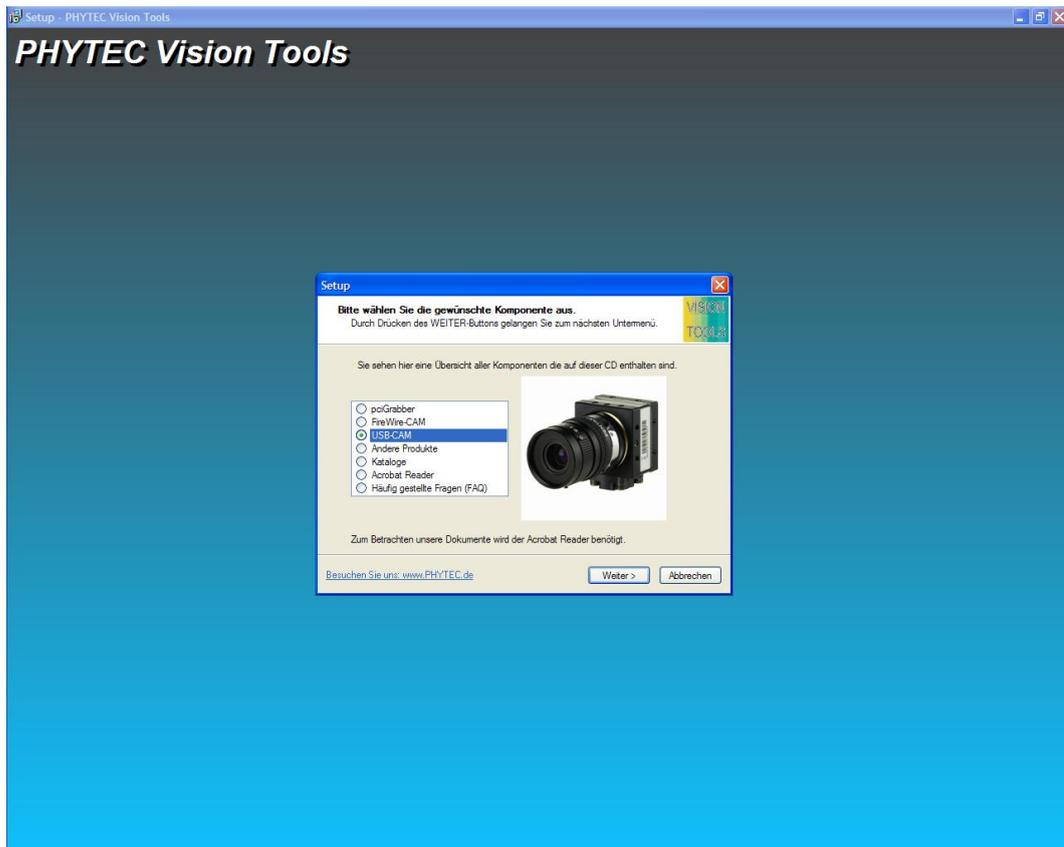

Bild 8: Titelm Menü der ‚Vision Tools‘ – CD
- Die CD startet normalerweise automatisch und das Titelm Menü *Bild 8* erscheint. Falls die CD nicht automatisch starten sollte: Öffnen Sie das Inhaltsverzeichnis der CD (über den Arbeitsplatz oder den Windows Explorer) und doppelklicken Sie auf *start.exe*.